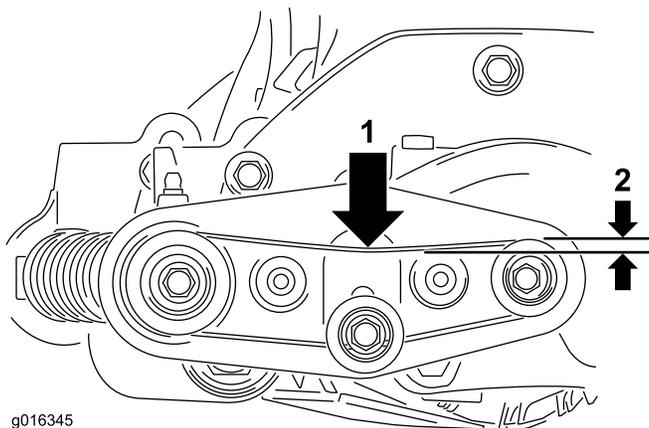

Figura 22
12. Verifique a tensão da correia de transmissão da escova. A correia deve ter aproximadamente 6 mm de deflexão no centro da correia com 1 kg de força aplicada; consulte a Figura 22.